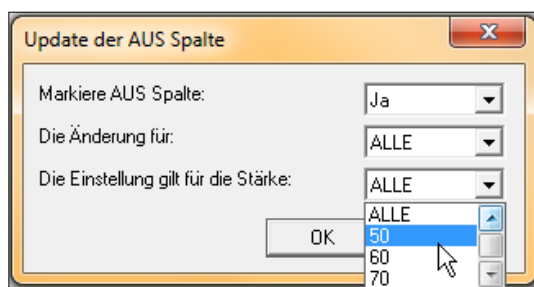

Abb. D 12
Z.B. werden laut den Einstellungen in Abb. D 12 alle Holzquerschnitte der Stärke 50, unabhängig von deren Holzqualität (hier: *ALLE*), deaktiviert. Das Ergebnis dieser automatischen Anpassung können Sie in Abb. D 13 sehen.